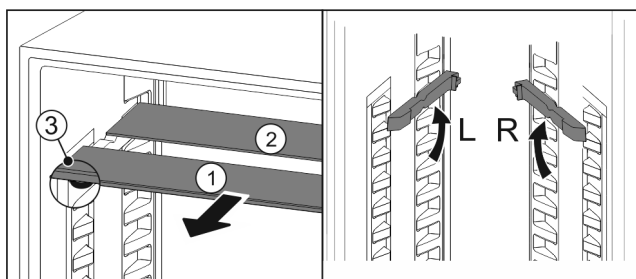

Fig. 94
- Træk glaspladerne ud enkeltvis fremad Fig. 94 (1).
- Glaspladen Fig. 94 (1) med pyntelisten ligger foran.
- Stoppe Fig. 94 (3) peger nedad.